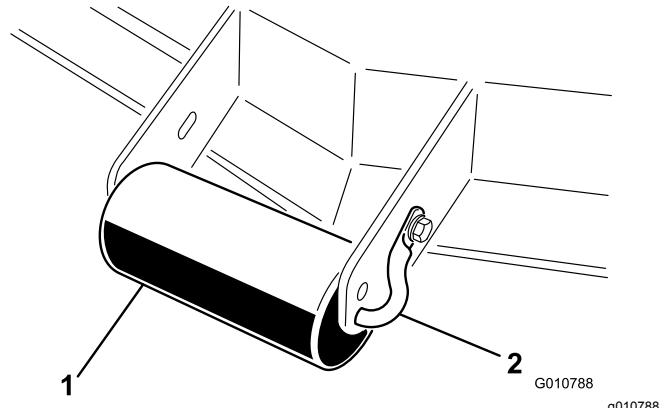

Figura 11
1. Rimuovete la vite a testa cilindrica e il dado che fissano l'albero del rullo alla staffa dell'apparato di taglio (Figura 11).